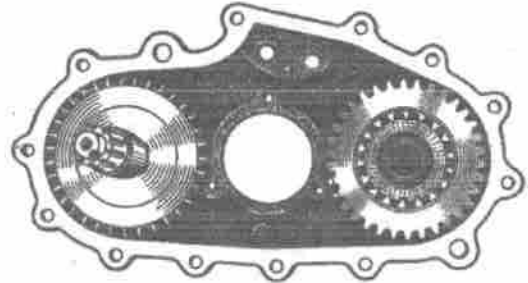

Bild 137. Antriebswellen der vorderen und hinteren Achsen, eingesetzt im Deckel der Ölwanne
2. Zusammengebaute Antriebswelle der Hinterachse in die obere Öffnung des Gehäusedeckels einsetzen (Bild 137).